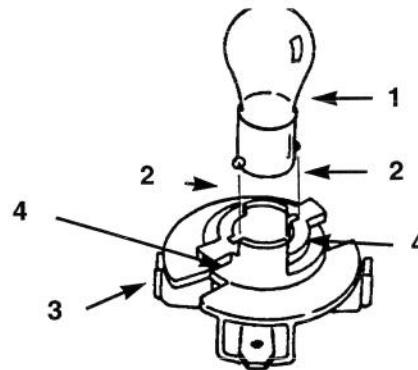

Figure 34
4. Appuyer sur l'ampoule et la tourner dans le sens anti-horaire jusqu'à ce qu'elle s'arrête (approx. $\frac{1}{4}$ de tour) et la déposer du porte-ampoule (Fig. 34).
1. La base de l'ampoule est munie d'ergots métalliques. Aligner les ergots avec les encoches du porte-ampoule et installer la base dans le porte-ampoule (Fig. 34). Pousser sur l'ampoule et la tourner dans le sens horaire jusqu'à ce qu'elle s'arrête.